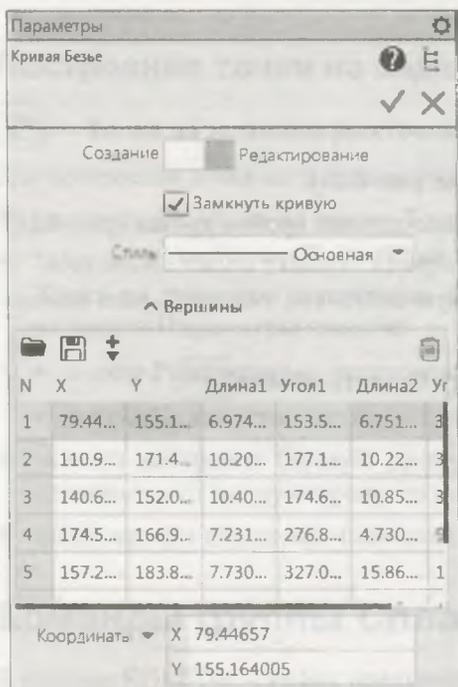

Рис. 6.22. Панель **Параметры: Кривая Безье**
- ◆ задайте точки, через которые должна пройти кривая Безье. Их координаты вы можете увидеть в окне **Вершины** на панели **Параметры: Кривая Безье** (рис. 6.22);